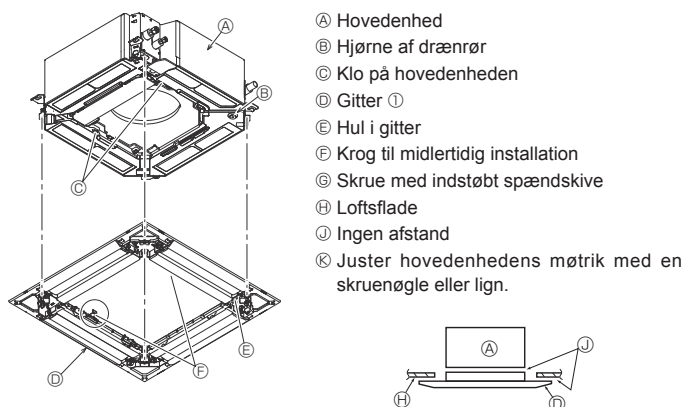

Fig. 9-6
9.4.2. Midlertidig installation af gitteret (Fig. 9-6)
- Fastgør gitteret på hovedenheden ved at spænde de præinstallerede skruer. (Fig. 9-6)
Kontroller, at der ikke er mellemrum mellem hovedenheden og gitteret eller mellem gitteret og loftsfladen. (Fig. 9-6)